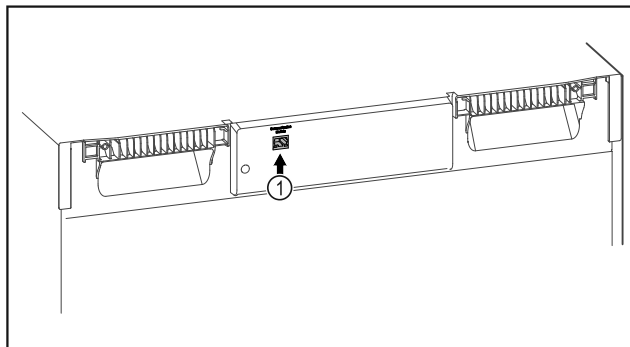

Fig. 89
- Je používán SmartModule Fig. 89 (1).